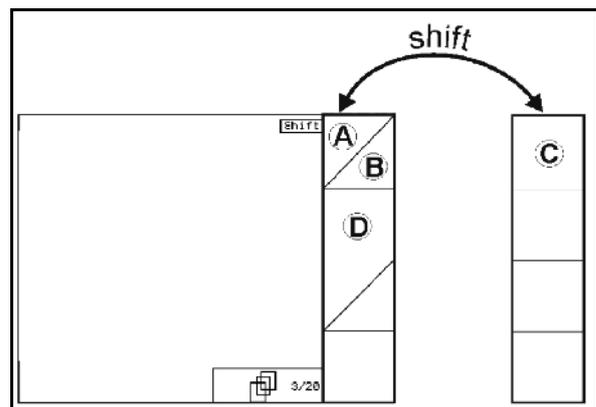

Fig. 13
- Al pulsar la tecla Shift aparecen nuevos campos de función (Fig. 13) y la asignación de las teclas de función se modifica de la manera correspondiente.